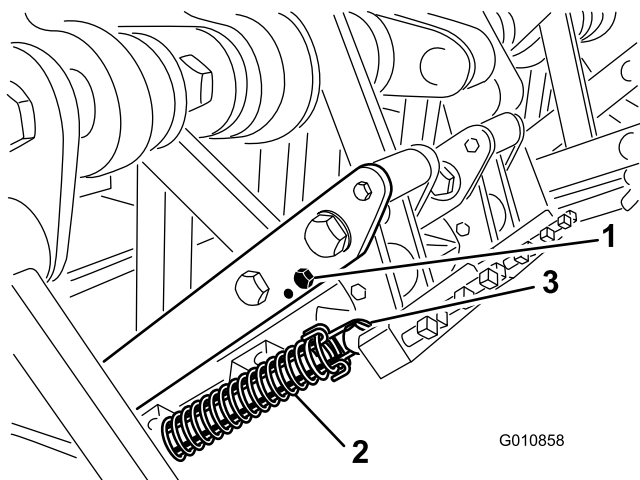

Figura 28
3. Liberte a tensão da mola para a cabeça do dente (Figura 28).
4. Retire o parafuso do pára-choques e o pára-choques do braço de ligação e volte a colocá-los no outro orifício de ajuste (Figura 28).